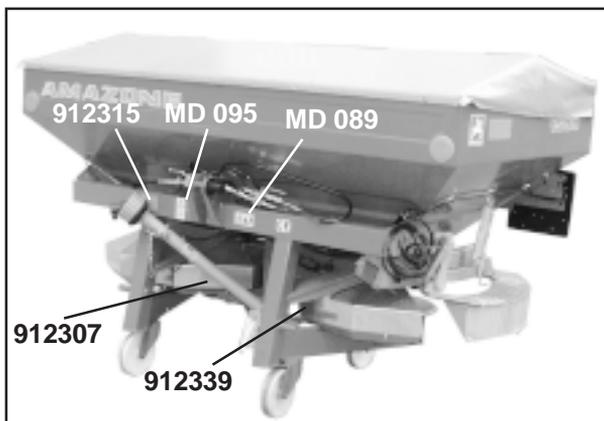
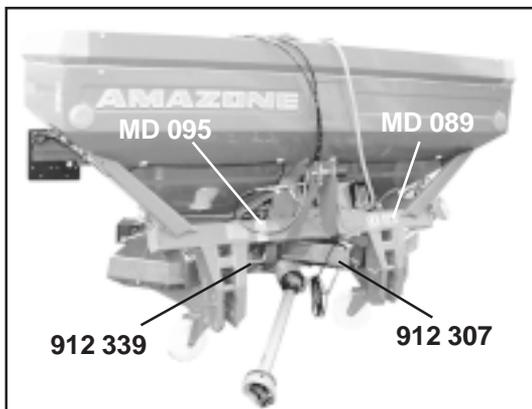

Рис. 2.1
Рис. 2.2
- На рис. 2.1, рис. 2.2 и 2.3 показаны места для размещения предупредительных знаков и указательных табличек. Далее в тексте Вы найдете соответствующие пояснения.